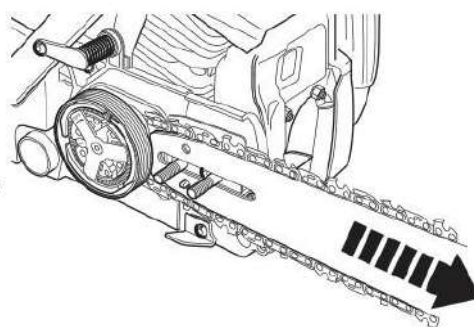

Fig. 8
8. Tirez le guide (13) avec précaution vers la droite pour tendre la chaîne (14) (Fig. 8).